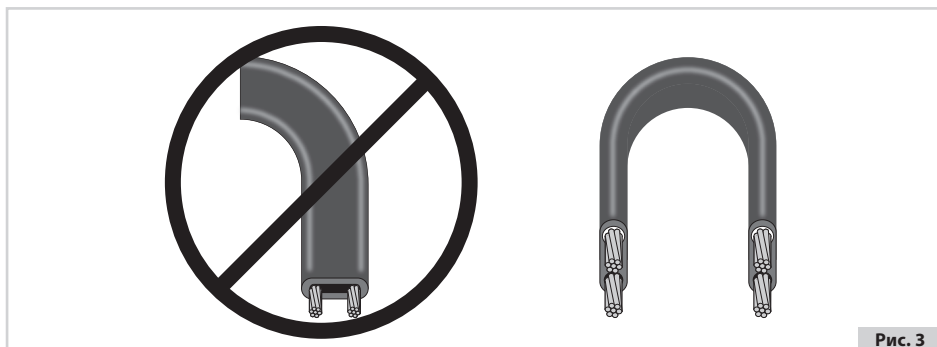

Рис. 3
- 4.1.3. Нагревательный кабель должен изгибаться исключительно перпендикулярно плоскости его жил (см. рис. 3).